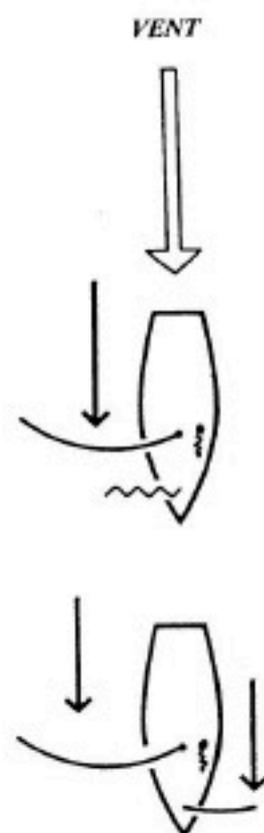

Fig.6 – Vent arrière foc en ciseaux
d) Le vent arrière (Fig.6)
Cas particulier du vent arrière (Fig. 6)